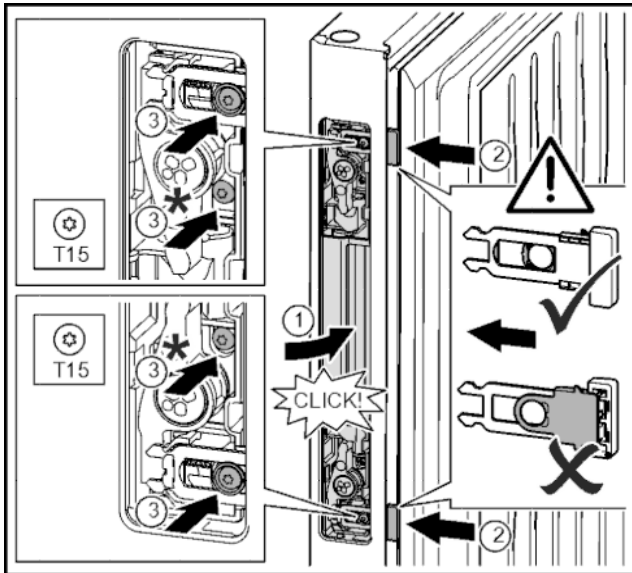

Fig. 34
- ▶ Türöffnungshilfe in Öffnung der Gegenseite einschieben und einrasten. Fig. 34 (1)
- ▶ Türöffnungsschieber durch Aussparungen schieben bis sie einrasten. Fig. 34 (2)
- ▶ Schrauben samt Kunststoffkragen mit Schraubendreher T15 festdrehen. Fig. 34 (3)